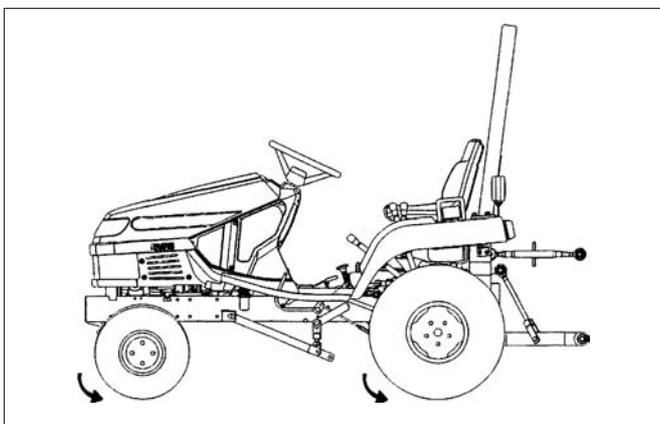

FIG. 38
**FIG. 38 :** Lorsque l'essieu avant est engagé, la vitesse au sol des pneus avant varie par rapport à la vitesse au sol des pneus arrière. Ceci est destiné à faciliter la direction quand les quatre roues motrices sont sélectionnées.